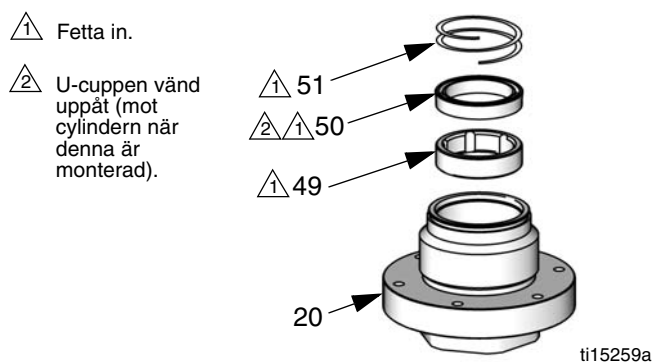

FIG. 11. Halspackning till u-cup
- U-cup modeller:** Använd en hacka eller tång för o-ringar för att ta bort fjäderklämman (51), u-cuppen (50) och lagret (49). FIG. 11, sida 15.
- Ta bort och släng packningsmutterns övre o-ring (2) och undre o-ring (21).
- Placera kolvstångens (31) insexskruv i ett skruvstöd. Använd en 1/2 tum insexnyckel för att ta bort flödesmuttern (44) från kolvens (45) underdel.
- Ta bort o-ringen (32) och sätesringen (46). Ta bort den från skruvstället och tippa ut kontrollkulan (47).